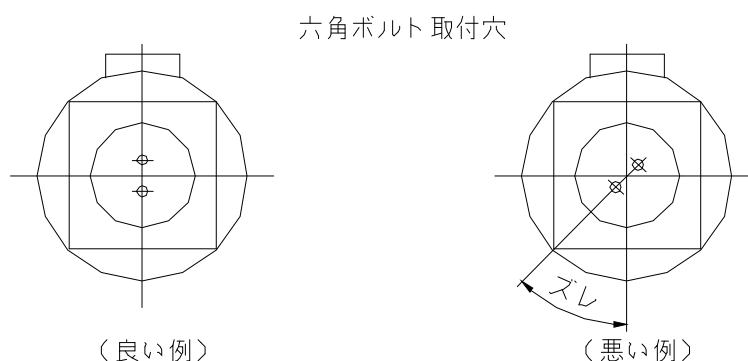

図 1
- ① 引き抜いた伝熱体アセンブリは、鋼管に傷をつけないように取扱いに注意してください。
- ② 分解作業を行う場合はパッキンのスペアが必要ですので、7～8ページの交換部品表により最寄りの当社営業所より入手してください。
- ③ 組付けは、分解作業順序を逆にすればよく、伝熱体アセンブリを押し入れる時、図1のように六角ボルトが上下に対称になるようにしてください。